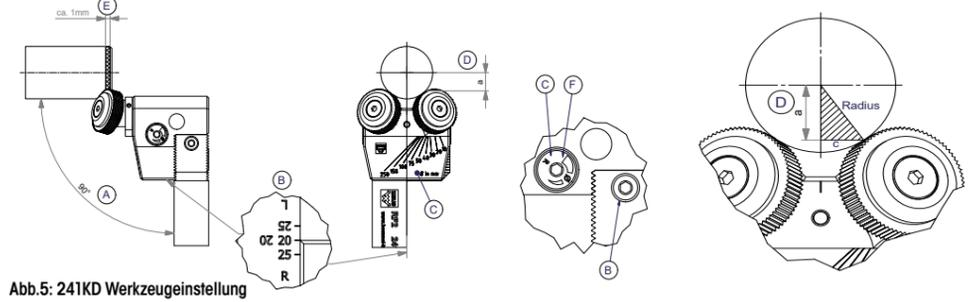

Abb. 5: 241KD Werkzeugeinstellung
241 Kurzdreher (Abb. 5):
- Durch Drehen der Spindel (Abb. 2, Pos. 7) kann der ungefähre Durchmesser des zu bearbeitenden Werkstücks an der Skala eingestellt werden (Abb. 5, Bezug C)